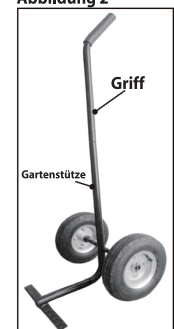

Abbildung 3
Schritt 4. Nehmen Sie einen runden Stützring und platzieren Sie ihn auf der Vorderseite des Trolleys. Richten Sie das Loch im Ring mit dem unteren Loch in der Basisstütze (Abbildung 3). Führen Sie eine Schraube durch die Reihe der Löcher, beginnend mit dem Loch im Ring und befestigen Sie diese lose am Ende. HINWEIS: Bitte ziehen Sie die Mutter noch nicht fest.
Schritt 5. Wiederholen Sie Schritt 4, um den anderen runden Stützring am oberen Loch im Griff zu befestigen. Achten Sie dabei darauf, dass der Ring zur Vorderseite des Trolleys zeigt (Abbildung 3).
Schritt 6. Wiederholen Sie Schritt 4 mit den kurzen Schrauben, um den quadratischen Stützring an den aufgereihten Löchern im Griff und an der Basisstütze zu befestigen, wobei der Ring zur Rückseite des Trolleys zeigt (Abbildung 3). Ziehen Sie alle Schrauben und Muttern mit dem Schraubenschlüssel fest.